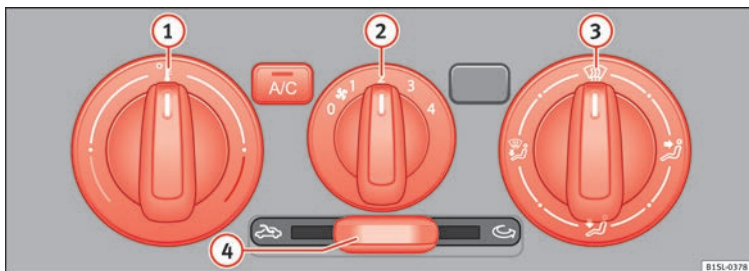

Abb. 38 Im oberen Teil der Mittelkonsole: Bedienelemente der manuellen Klimaanlage und des Heiz- und Frischluftsystems.
Ausschalten	Schaltet sich aus durch Drehen des mittleren Reglers (2) auf die Position 0 » Abb. 38.
Temperatur	Mit dem linken Drehregler (1) » Abb. 38 wird die Temperatur eingestellt.
Gebläse	Mit dem mittleren Drehregler (2) » Abb. 38 wird die Gebläsestufe eingestellt.
Luftverteilung	Mit dem rechten Drehregler (3) » Abb. 38 wird die Luftverteilung eingestellt. 🚗: Luftverteilung zum Oberkörper hin über die Luftaustrittsdüsen an der Instrumententafel. 🚗: Luftverteilung in den Fußraum. 🚗: Luftverteilung zur Frontscheibe und in den Fußraum. 🚗: Eis von der Frontscheibe entfernen . Das Eis wird so schnell wie möglich von der Frontscheibe entfernt und der Beschlag verschwindet (Defrostfunktion).
Mit dem Schieberegler  » **Abb. 38** wird die Umluft eingeschaltet und ausgeschaltet » Seite 140.